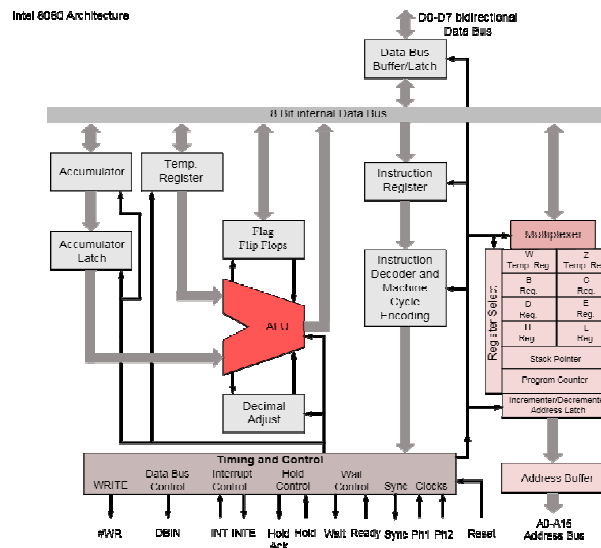

Fig. 1: Arquitetura do Intel 8080
2. Analise a arquitetura do micro-controlador ColdFire MCF51CN128 e a do micro-processador Intel 8080 mostrada na Fig. 1. Identifique na Figura 1-1 do manual [1] a unidade processadora ou o núcleo do micro-controlador. Qual é a principal diferença funcional entre um micro-controlador e um micro-processador?